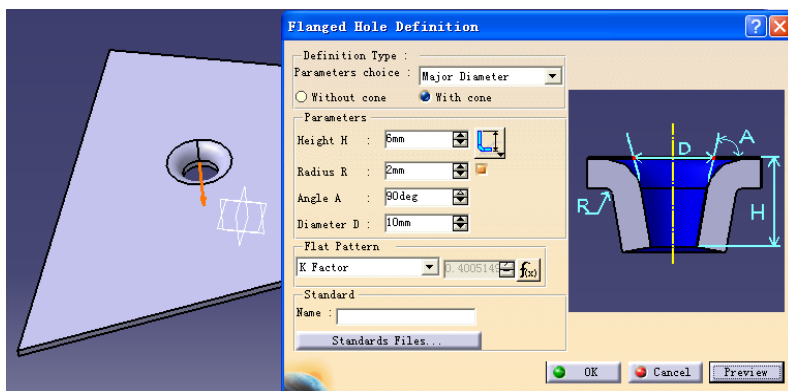

图 8-16
(2) Flange Hole, 。点击  时，生成冲压痕（见图 8-16）。